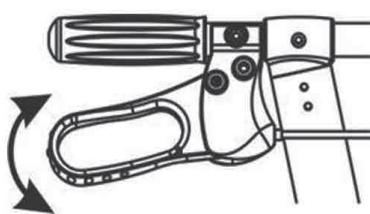

Fig. 1
4. Fäst mittremmen (Fig. 1), se till att respänningen är korrekt för att förhindra att rollatorn fälls ihop av misstag.
1. För att frigöra eller stoppa rollatorn, dra i bromsspaken. Släpp bromsspaken för att flytta igen (fig. 1).